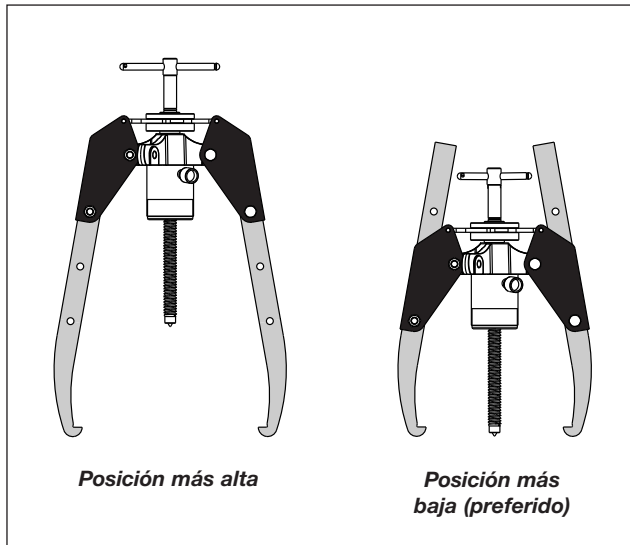

Figura 7, Posiciones de montaje de las mordazas (normal)
- Para reducir el riesgo de deformación de la mordaza, trabaje siempre con las mordazas instaladas en los orificios de montaje más bajos posible. Utilice los orificios de montaje superiores solo si hace falta crear espacio alrededor de objetos de gran tamaño. Véase figura 7.